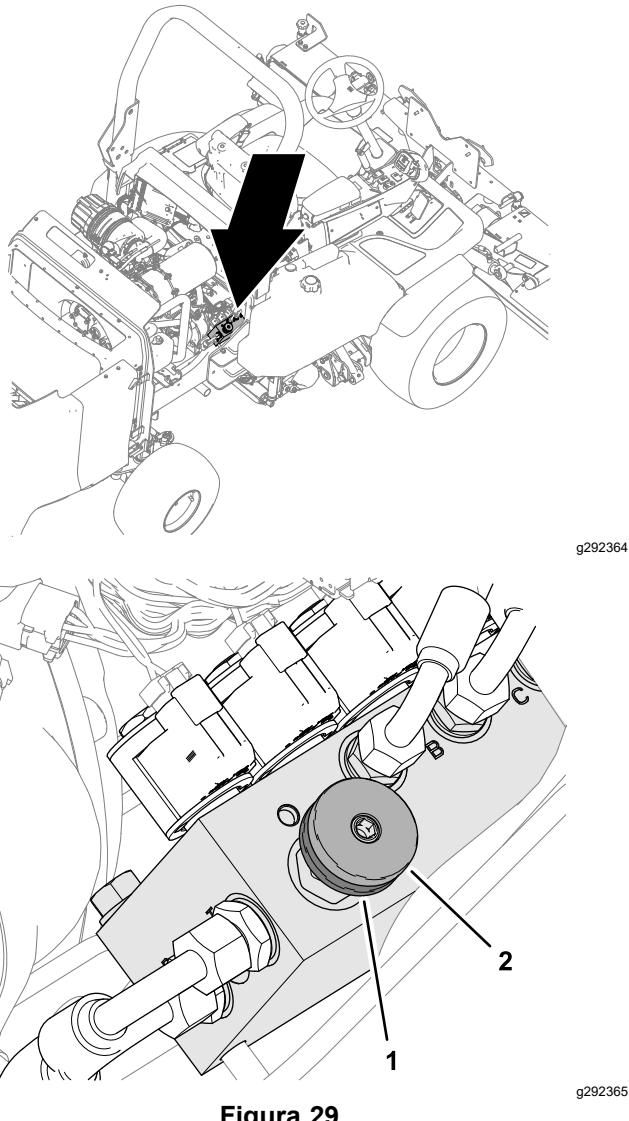

Figura 29
2. Sul lato destro della macchina, allentate la rotella di bloccaggio del collettore di trasferimento del peso ruotandola di mezzo giro in senso antiorario, tenendo ferma la rotella (Figura 29).
3. Ruotate la rotella di trasferimento del peso (Figura 29) come indicato di seguito:
4. Serrate la rotella di bloccaggio (Figura 29).